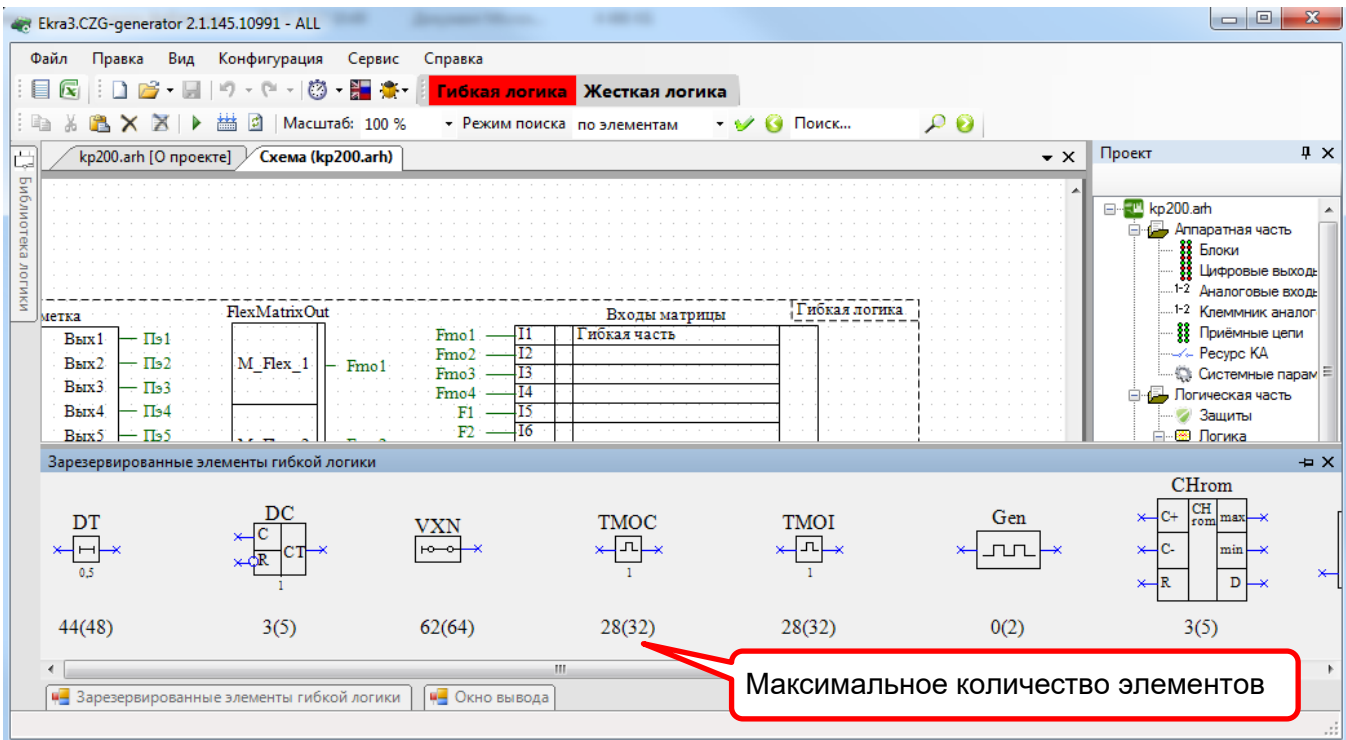

Рисунок 4.18
4.4.1 В гибкой логике могут быть использованы элементы без уставок (боковая вкладка **Библиотека логики**) или с уставками (нижняя вкладка **Зарезервированные элементы гибкой логики**). Использование элементов логики, имеющих уставки, а также триггеров **R_Trig** и **F_Trig**, строго ограничено. Эти элементы доступны в специальном окне **Зарезервированные элементы гибкой логики** (см. рисунок 4.18). Максимальное количество элементов указывается в скобках, а доступное – вне скобок.